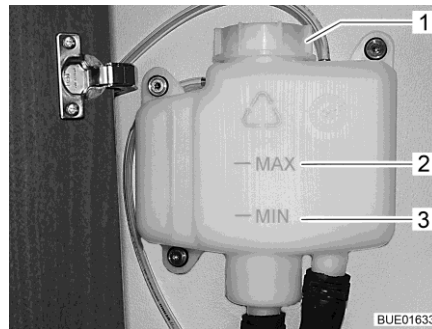

Fig. 280 Vase d'expansion sans cache
- Contrôler si le liquide se trouve entre les marques "MIN" (Fig. 280,3) et "MAX" (Fig. 280,2) sur le vase d'expansion (Fig. 280).
- Ouvrir le bouchon du vase d'expansion (Fig. 280,1).